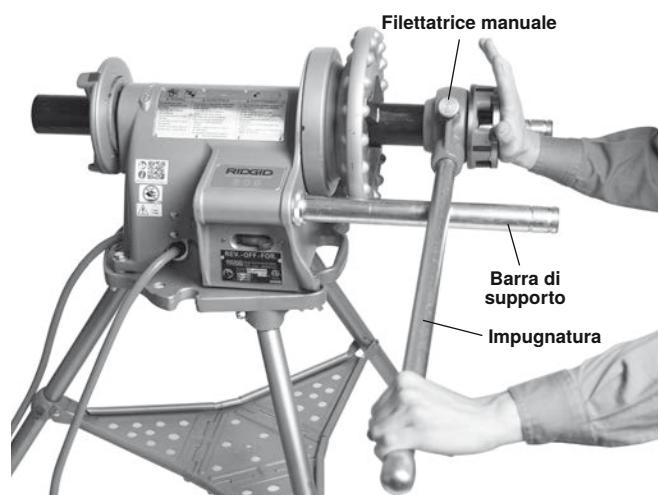

Figura 17 – Spinta della filettatrice manuale sul tubo per innestare le filiere
Posizionare la testa di filettatura sopra l'estremità del tubo come mostrato in *Figura 17*. Appoggiare l'impugnatura della filettatrice sulla barra di supporto lato interruttore. Afferrare l'estremità dell'impugnatura della filettatrice con la mano sinistra. Per evitare lesioni da schiacciamento, non mettere le mani o le dita tra l'impugnatura della filettatrice e la barra di supporto. Mantenere l'impugnatura a contatto con la barra di supporto. Applicare olio all'estremità del tubo e alle filiere.
2. Con il palmo della mano destra, spingere contro la piastra di copertura della testa di filettatura, tenendo la testa di filettatura contro l'estremità del tubo (*Figura 17*). Premere l'interruttore a pedale. Non indossare guanti, gioielli e non usare un panno mentre si preme sulla piastra del coperchio: tali inaccortezze aumentano il rischio di intrappolamento e lesione. Tenere la mano lontano dal tubo rotante. Quando le filiere imboccano, le filettature verranno tagliate man mano che le filiere avanzano sopra l'estremità del tubo.